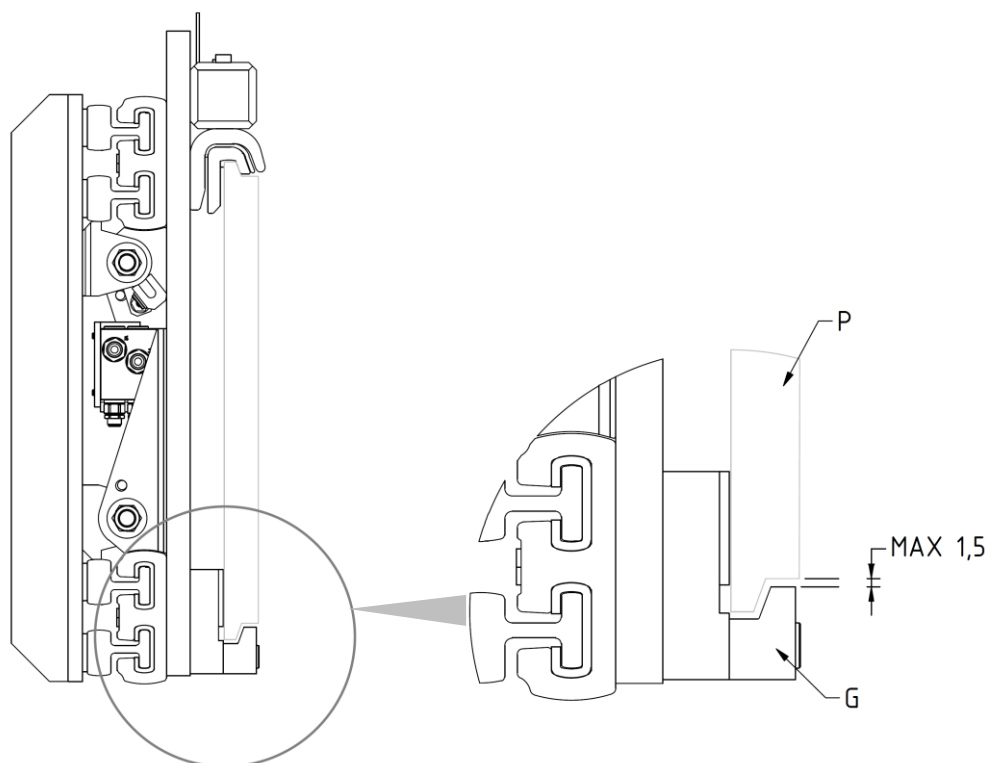

Figura 8
9. Atornillar los dos ganchos inferiores **G** para que su cuerpo quede enganchado debajo a la placa porta horquillas **P** (con un juego máximo de 1,5 mm, mira *Figura 8* apretando con el par de apriete indicado en la *Tabla 4*).
3. Verificar la holgura entre la parte inferior de la plancha porta horquillas y los ganchos inferiores del equipo, verificando que sea como se indica en *Figura 4* (pag. 14) y en *Figura 8* (pag. 14) y, si es necesario, intervenir en el apriete de los tornillos que los sostienen.